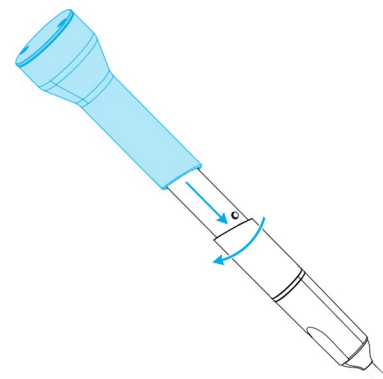

図 10: 整合チェックスリーブの使用
3. ハンドピースの整合性チェックスリーブをスライドし、右側に回転して位置にロックします(を参照 図 10: 整合チェックスリーブの使用, p. 36)。